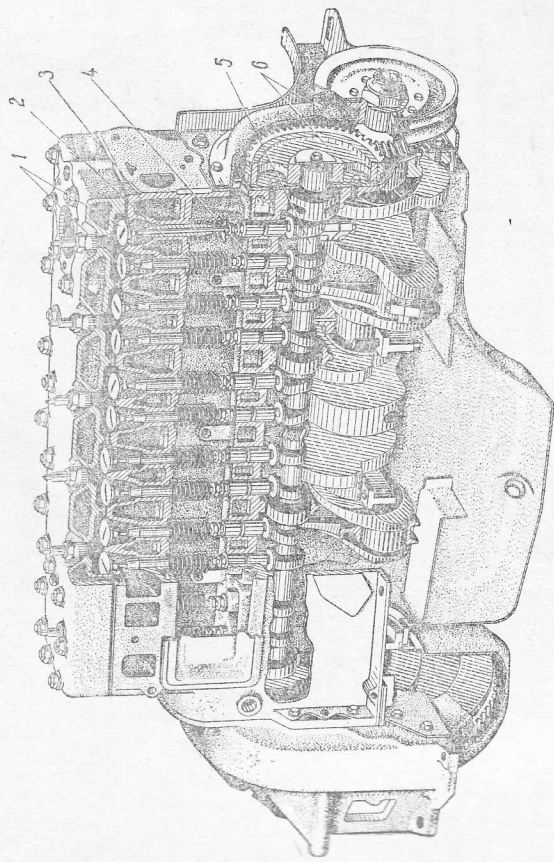

Рис. 35. Газораспределительный механизм:
**Клапанный газораспределительный механизм** (рис. 35) состоит из впускных и выпускных клапанов 1, направляющих втулок клапанов 2, пружин 3, толкателей 4 и распределительного вала 5, с шестернями привода 6.
Толкатель 4 (рис. 35) служит для передачи усилия от кулачка распределительного вала к стержню клапана.